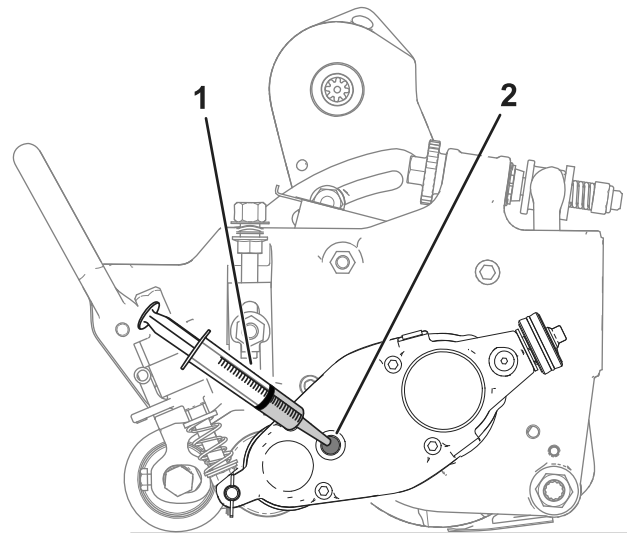

Figura 24
una superficie nivelada como se muestra en la Figura 24.
8. Utilice una jeringa (Pieza N.º 137-0872) para llenar la caja de transmisión con 50 cc de aceite 80-90W (Figura 24).